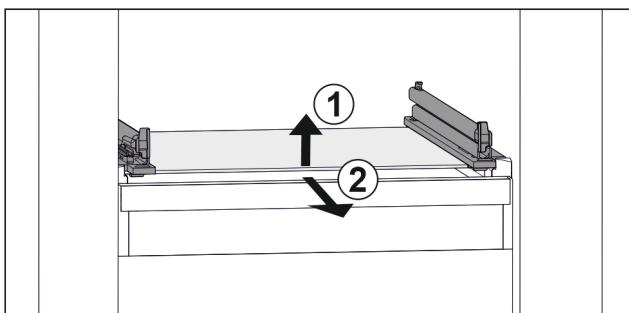

Fig. 121 Príklad zobrazenia sklenej dosky
- Nadvihnite sklenenú dosku vpred. Fig. 121 (1)
- Odoberte sklenenú dosku dopredu. Fig. 121 (2)